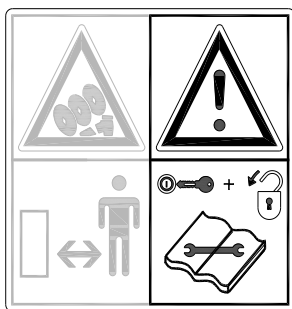
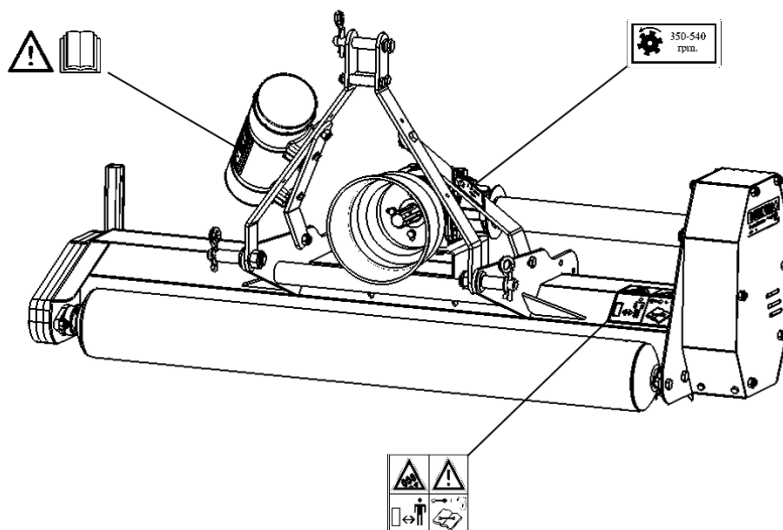

Fig. 3
Fig. 6
Em manutenções, ajustamentos e reparações **desligar sempre o motor do trator e tira as chaves do trator do contacto e desconecte o PTO (tomada de força).** (Fig. 3)
Em da Verti-Cut estão (Fig. 6) etiquetas de segurança (Fig. 3,4,5) com o significado idêntico. Estas etiquetas de segurança têm de estar sempre bem visíveis e legíveis, e se estes estiverem danificados têm de ser substituídos.
(7) Colocação das etiquetas de segurança. (Fig. 6)